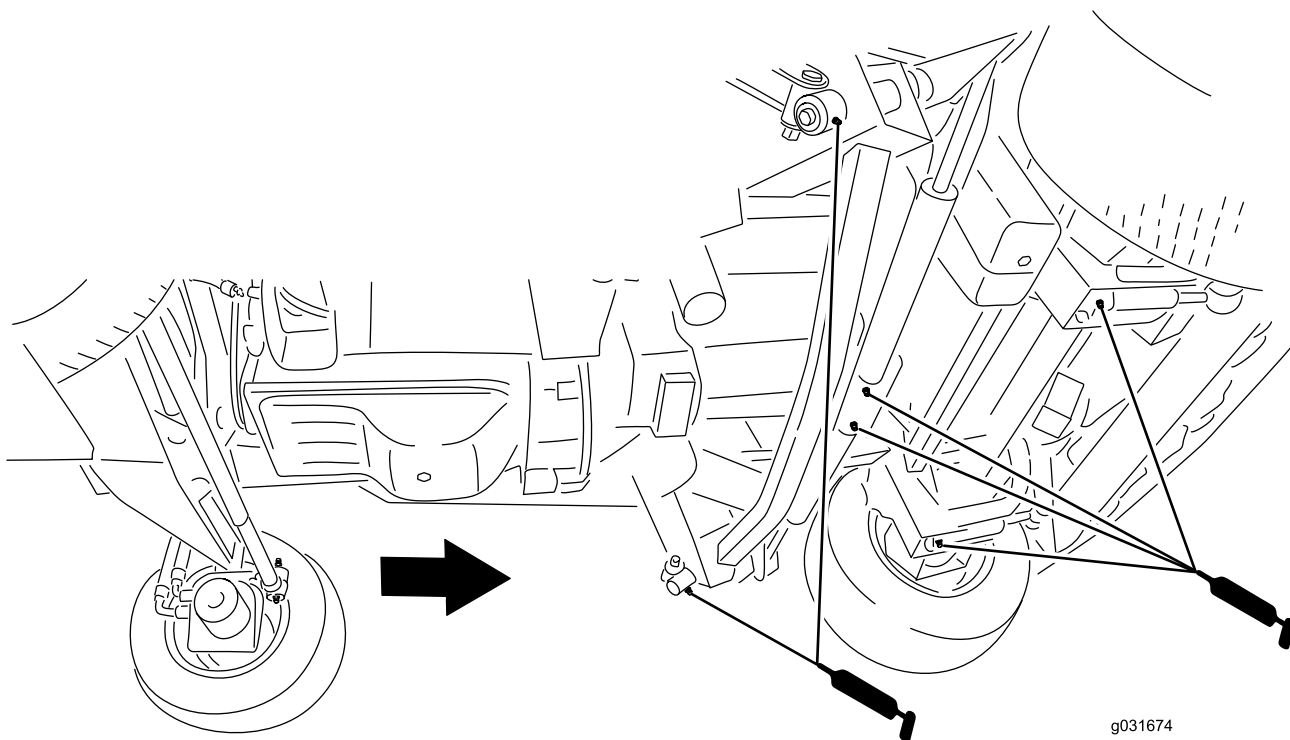

Figura 48
- 2 brazos de impacto (Figura 48)
- 2 pivotes de cilindros de elevación de carcasa delantera (Figura 48)
- 2 pivotes de cilindros de elevación de carcasa lateral (Figura 48)